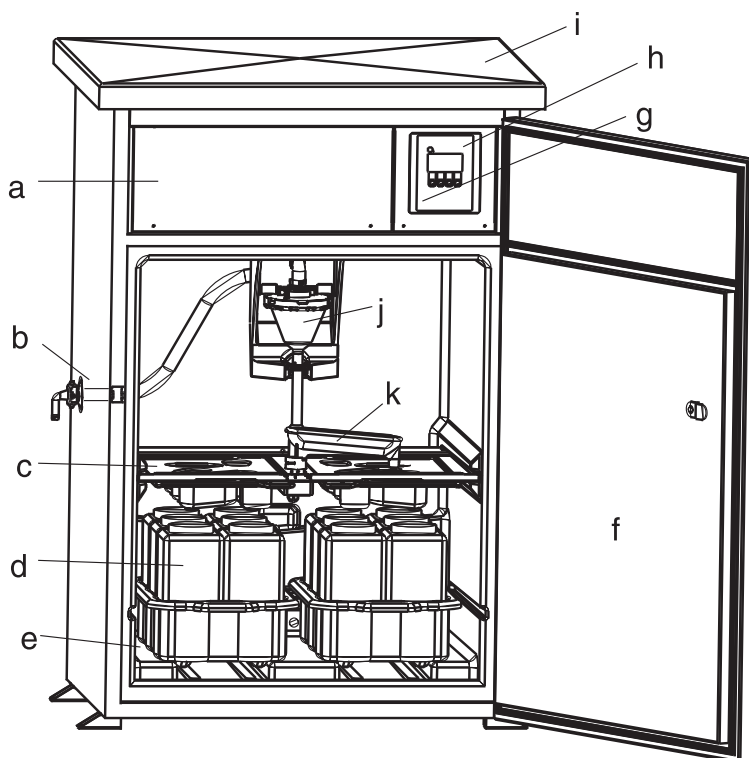

Fig. 2: Aperçu de l'ASP Station 2000
3. Visser le tuyau de prélèvement au raccord de l'appareil (v. fig. 2, pos. d).